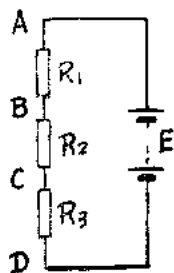

图1—2
(3) 分流 在一个电路上另外并联一只电阻，电流就多了一个通路，因而能起到分流作用。在并联电路中，各分路两端电压相等，电阻较大的分路，流过的电流较小；电阻较小的分路，流过的电流较大。可见，各分路电流的大小决定于分路电阻的大小。根据这个道理，我们就可以用分路电阻（分流器）扩大电流表的量程（图1—3）。